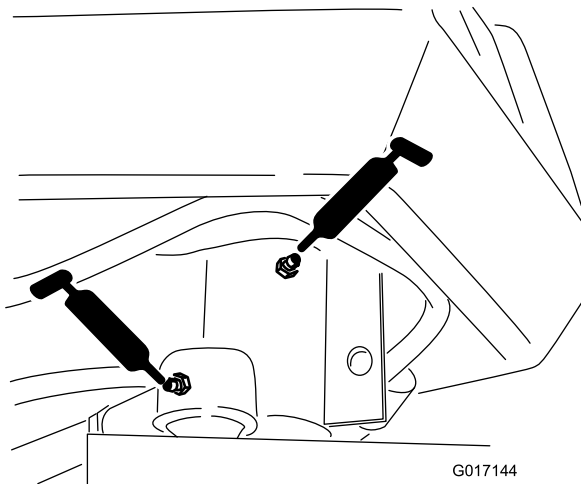

Figura 36
- Asse della forcella dello sterzo (1) (Figura 36)
- Estremità dell'asta del cilindro sterzante (Figura 36)